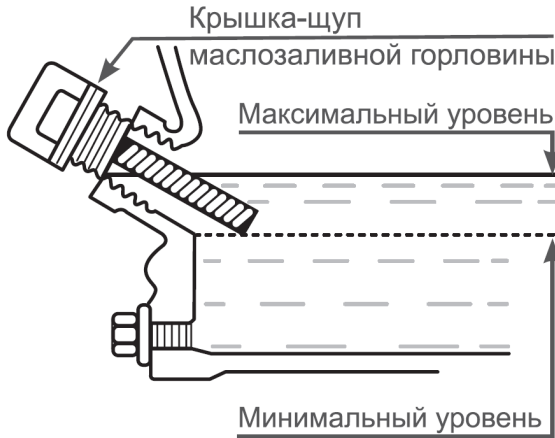

Рис. 7 Проверка уровня масла в картере
4. Аккуратно вытащите щуп и осмотрите его (Рис. 7). Уровень масла должен соответствовать верхней отметке на щупе. При недостаточном уровне масла в картере необходимо долить чистое масло до верхней отметки на щупе (что соответствует нижней кромке заливного отверстия). После окончательной проверки, плотно закрутите крышку-щуп.